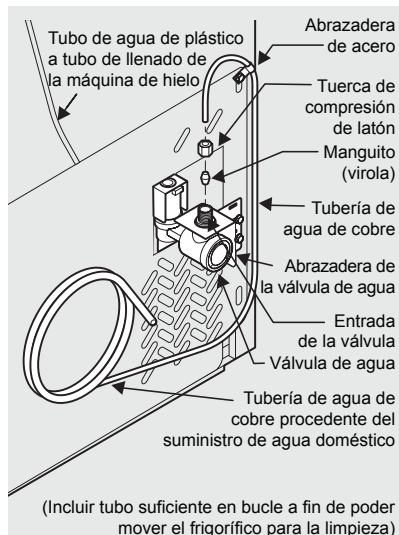

Figura 1
4. Si utiliza tubería de cobre: deslice la tuerca de compresión y a continuación el manguito (virola) hasta la toma de agua. Empuje la toma de agua hasta la entrada de la válvula de agua hasta el máximo ( $\frac{1}{4}$  pulgada, 6 mm). Deslice el manguito (virola) en la válvula y apriete con los dedos la tuerca de compresión a la válvula. Apriete otra media vuelta con una llave; NO apriete excesivamente. Ver Figura 1.